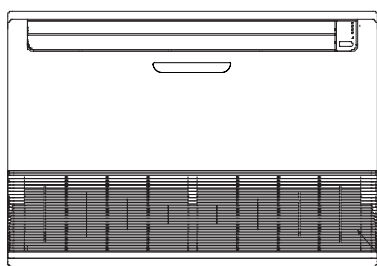

Fig. 13.1
- ♦ Il filtro è alloggiato nella parte inferiore dell'Unità: vedi Fig. 13.1.